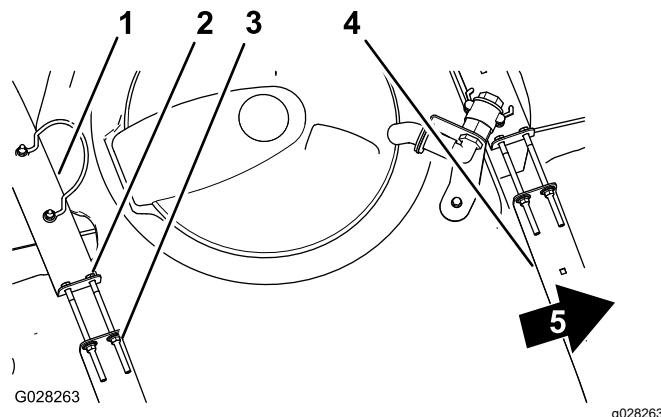

Figure 31
- Assurez-vous qu'il n'y a pas de jeu entre les sangles de la cuve et la cuve (Figure 31).
- Si les sangles de la cuve ne sont pas assez serrées, resserrez les contre-écrous à embase et les boulons en haut des sangles jusqu'à ce que ces dernières soient parfaitement en appui sur la surface de la cuve (Figure 31).